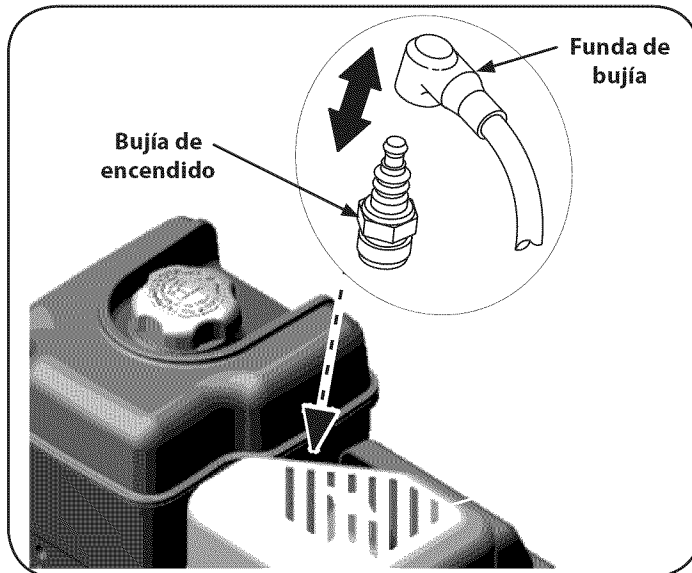

Figura 17
1. Retire el capuchón de la bujía y con una llave para bujías extraiga la bujía. Vea la Figura 17.